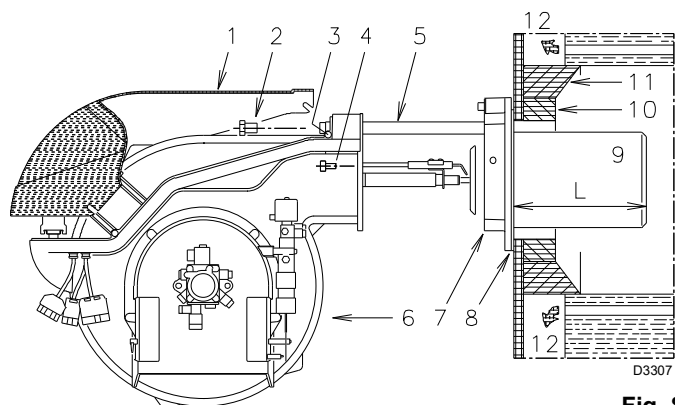

Fig. 8
5.5 Fixação do queimador à caldeira (Fig. 8)
- Desaparafusar os parafusos 1)(Fig. 8) e desmontar o tubo de fogo 5)